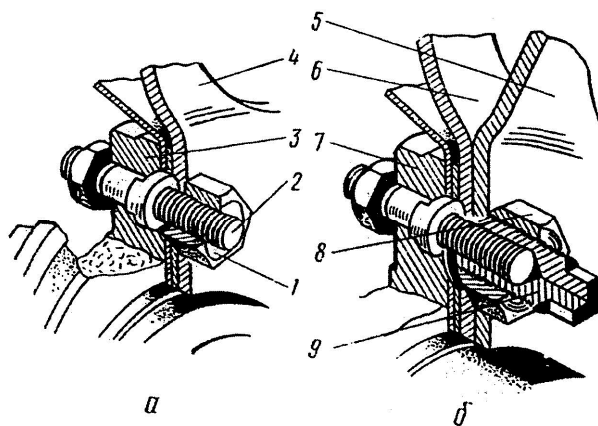

Рис. 5.13. Кріплення коліс автомобіля:
8. Оглянути шини. При виявленні нерівномірного зносу протектора в'яснити причину зносу і усунути її. Переставити шини разом з колесами. Перевірити стан дисків і ободів коліс. Колеса зі спрацьованими кріпильними отворами в дисках, а також із забоїнами і вм'ятинами на ободах повинні бути замінені (рис. 5.13).